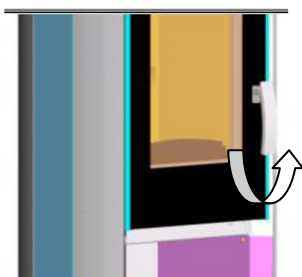

fig. 2.
- ouvrir la porte en basculant la poignée vers le haut. (voir fig. 2.)